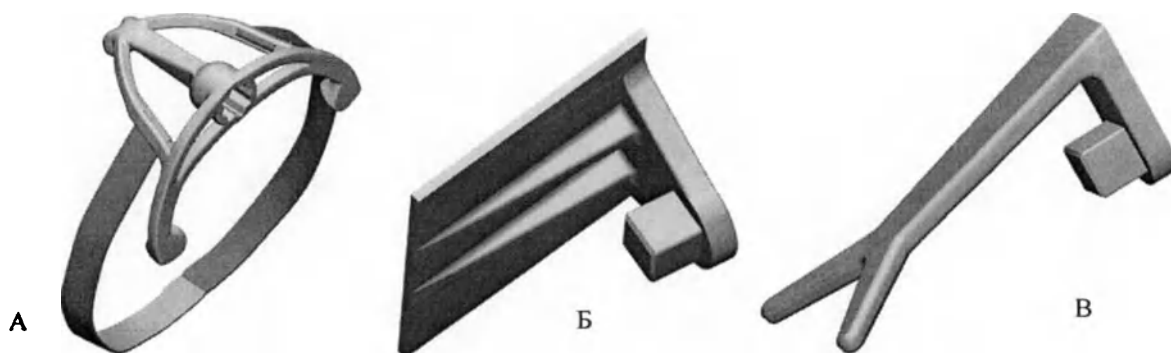

Рисунок 29 – Элементы системы оптического трекинга для головы
- рамки (Рисунок 29, А);
- держателя маркера (Рисунок 29, Б);
- держателя рентгеноконтрастных меток (Рисунок 29, В).